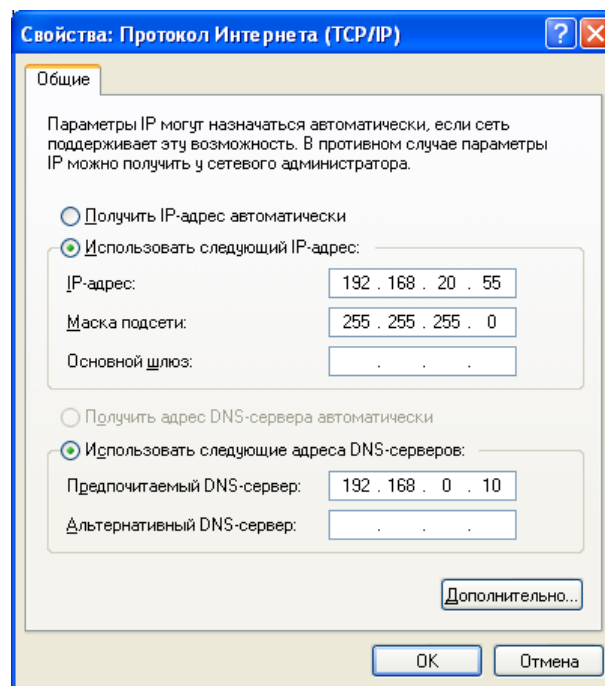

Рисунок 20
- 3) Откройте свойства сетевого подключения и в соответствующем диалогом окне (см. Рисунок 20) установите IP адрес компьютера в подсети *192.168.20.** (например 192.168.20.55) или в подсети, соответствующей ранее установленному IP адресу контроллера.